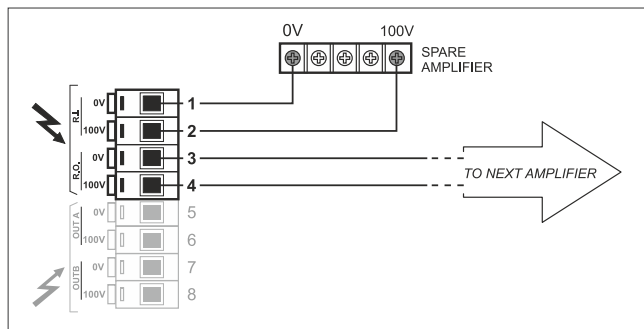

Fig. 3.4.2
Per il collegamento alle linee di altoparlanti è disponibile la morsettiera (10) - vedi figura 3.4.1. La morsettiera (11) va invece utilizzata per un eventuale collegamento ad un amplificatore di riserva (fig. 3.4.2)